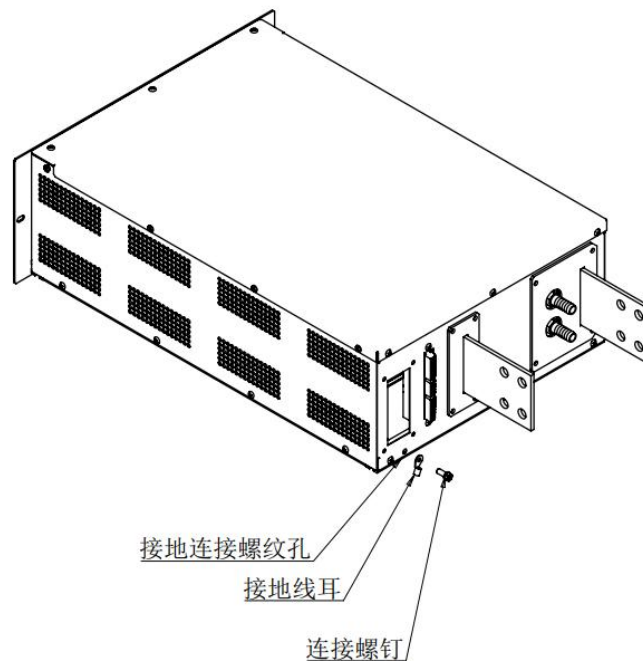

图 4-5 接地连接示意图
- 3) 保护接地导体必须采用黄绿线缆。示意如图 4-5 所示。